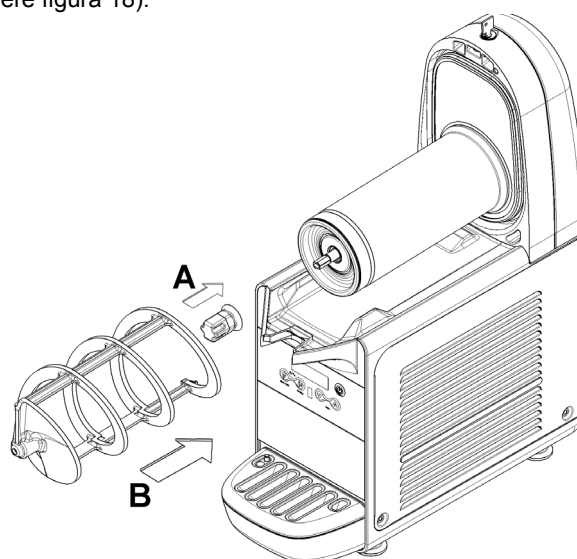

figura 18
- 5 Rimontare il giunto esagonale e quindi il mescolatore (vedere figura 18).